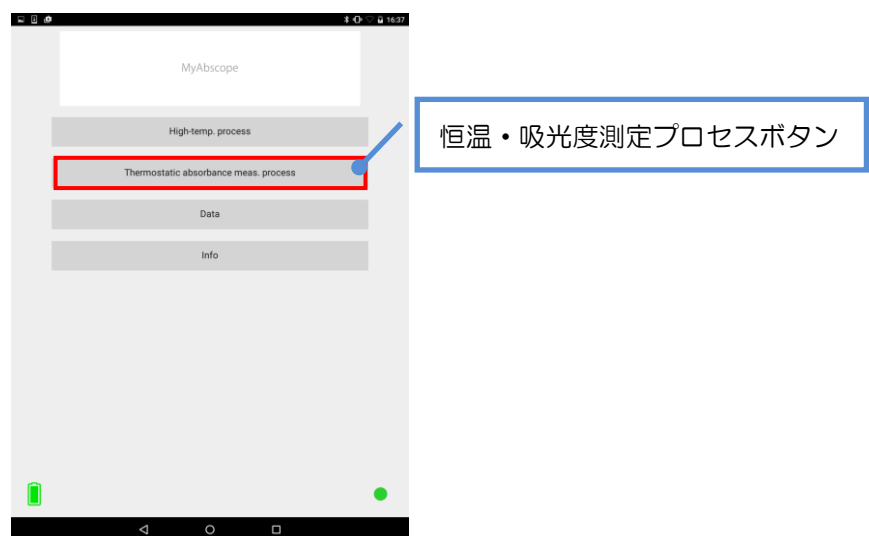

図 4-1：トップ画面の恒温・吸光度測定プロセスボタン
- (1) 本機接続後のトップ画面の恒温・吸光度測定プロセスボタン「Thermostatic absorbance meas. process」(図 4-1) をタップして恒温・吸光度測定プロセス設定画面 (図 4-2) へ移行します。